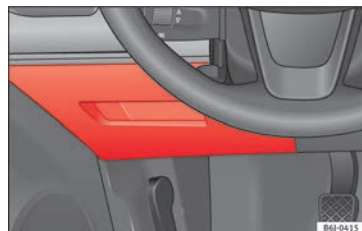

Fig. 39
- Abrir: extraiga la tapa de la caja de fusibles » » » **fig. 39.**